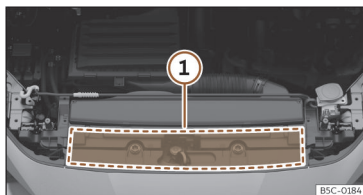

Fig. 214 No compartimento do motor: zona de localização da etiqueta de óleo do motor
tor >>> **Fig. 214** (1). Se utilizar o óleo do motor recomendado, é possível corrigir o nível do enchimento tantas vezes quantas forem necessárias.